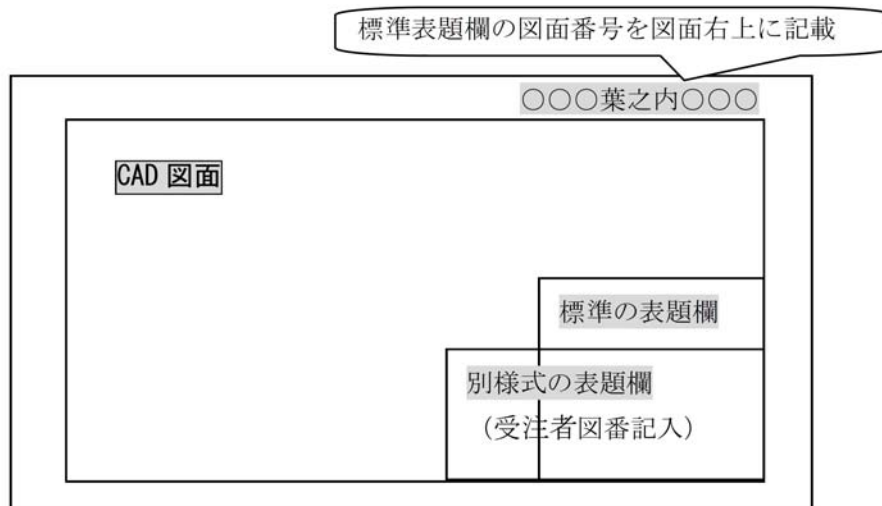

図 8-11 様式の表題欄を使用するときの留意点
- ・受注者等の表題欄を使用するときは、図 8-11に示すように標準の表題欄は略せず別レイヤで受注者等の表題欄を作成します。